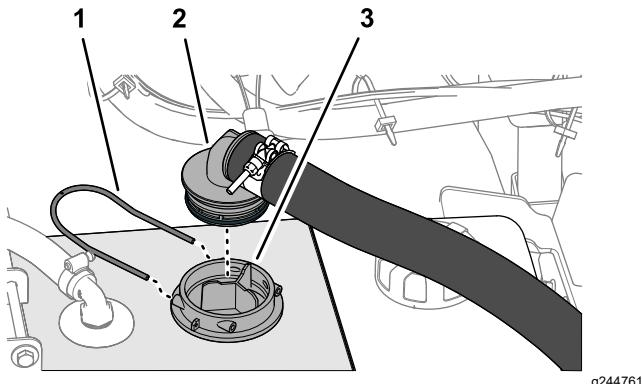

图 17
1. 将吸入软管的 90° 宝塔接头插入吸入滤网的外壳直至接头完全就位图 17。
2. 用固定叉将 90° 宝塔接头固定至吸入滤网的外壳 图 17。